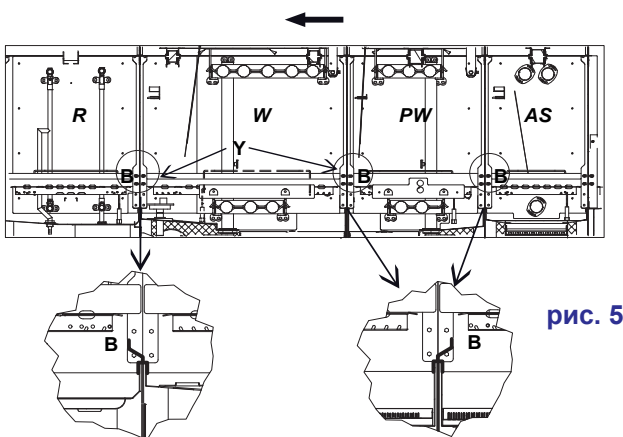

рис. 5
Вставьте соединительную стойку модулей **B** с учетом рабочего направления, указанного на рисунке, закрепите предусмотренными винтами (см. рис. 5).
- 4) Вставьте задние направляющие корзины **C** внутрь машины и закрепите их в установленных положениях с помощью отверстий с пазом на моечном модуле, обозначенных литерой **Y** на предыдущем рисунке (см. рис. 5 и 6).